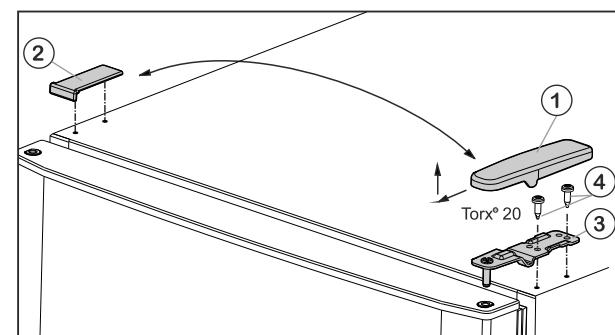

Fig. 6
- Skinite pokrov Fig. 6 (1) prema naprijed i gore.
- Podignite pokrov Fig. 6 (2).
► Odvijte gornji podložak ležaja Fig. 6 (3) 2 puta Torx® 20) Fig. 6 (4) i izvucite ga prema gore.
- ▶ Umetnute gornji podložak ležaja Fig. 6 (3) na novu stranu šarke u vrata.
- ▶ Čvrsto pritegnite gornji podložak ležaja (**s 4 Nm**) (2 x Torx® 20) Fig. 6 (4). Po potrebi upotrijebite odvijač na baterije.
- ▶ Pokrov Fig. 6 (1) postavite izvana na suprotnoj strani tako da se fiksira.
- ▶ Pokrov Fig. 6 (2) postavite odozgo na suprotnoj strani tako da se fiksira.